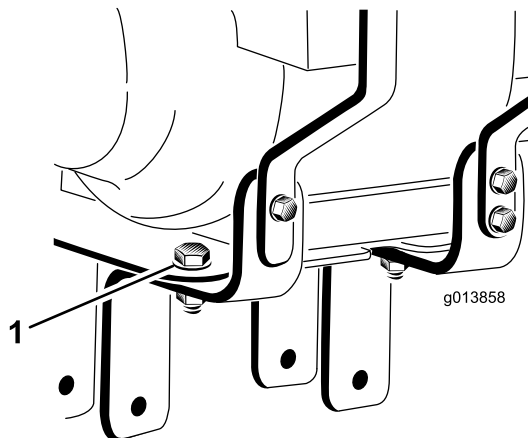

Figura 3
16. Desaperte, mas não remova, os (2) parafusos e porcas que prendem os suportes de montagem do motor à placa de montagem do motor (Figura 3).